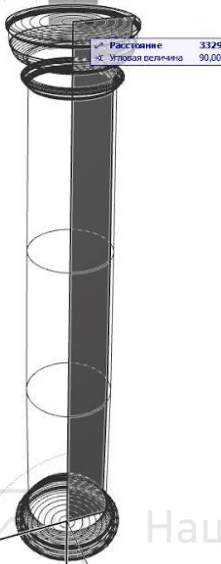

Рис. 26
8. Повинно вийти так, як на рис. 25. Тепер вибираємо в “Морфе – Геометрический вариант – Вращение”, робимо клік через клавішу “Пробел” по нашому профілю і створюємо тіло обертання, рис. 26.